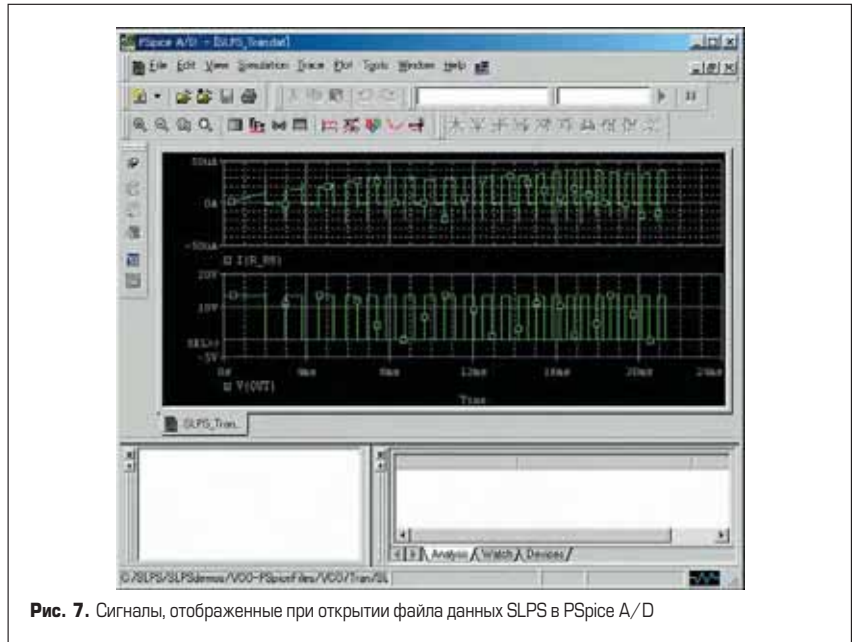

Рис. 7. Сигналы, отображенные при открытии файла данных SLPS в PSpice A/D
2. Откроем файл данных PSpice, для этого в меню **File** выберем команду **Open**. Выберем файл данных, созданный с SLPS. При этом сигналы отобразятся в PSpice A/D (рис. 7).